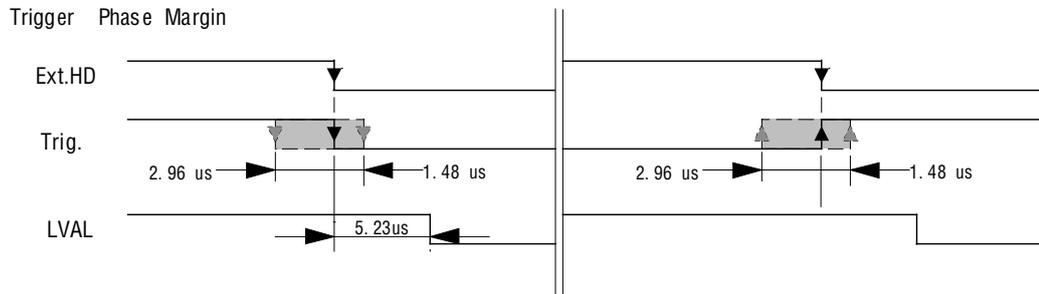

図 22 トリガと外部HDとの位相余裕度
- 同期蓄積モード時 (設定「LS」=0) の最大 1LVAL のジッターを避けるには図 22 に示すような HD とトリガの位相関係に設定してください
LVAL同期蓄積モードにおける1LVALまでのジッタを避けるためには図22に示したトリガとHDの位相関係が必要です。
- 同期蓄積モード時(設定「LS」=0)の最大1LVALのジッターを避けるには図22に示すようなHDとトリガの位相関係に設定してください
- 外部HD/VDの位相関係は図22に準拠のこと